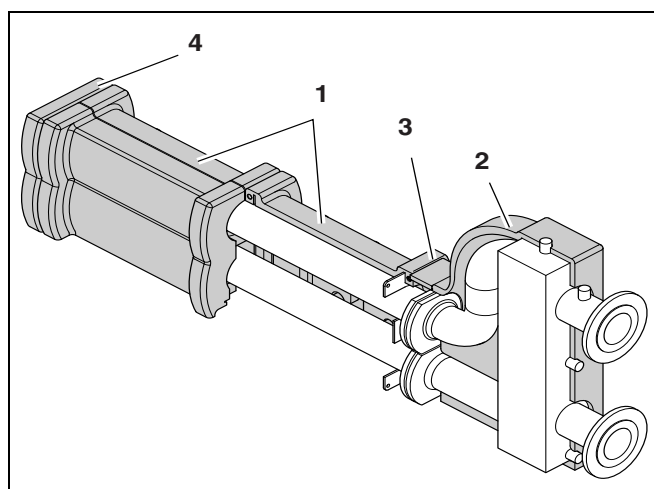

Fig. 10 Découpl
- Monter l'isolation thermique arrière sur la bouteille de mélange (→ fig. 10, [1]).
- Monter la partie arrière de l'isolation thermique sur la bouteille de mélange (→ fig. 10, [2]).
- Adapter l'isolation thermique si nécessaire pour qu'elle soit bien en place (→ fig. 10, [3]).
- Monter l'isolation thermique avant de la bouteille de mélange. Adapter l'isolation si nécessaire pour qu'elle soit bien en place (→ fig. 10, [3]).
- Monter le couvercle de la bouteille de mélange (→ fig. 10, [4]).